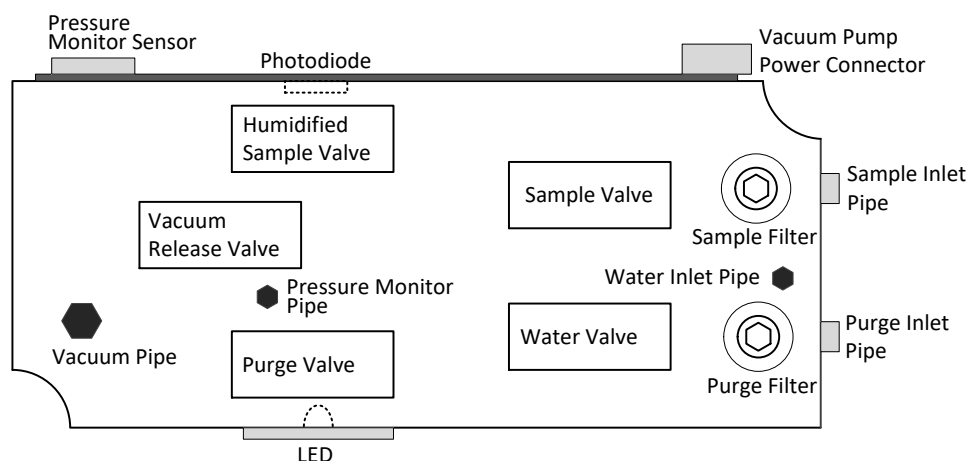

Figura 1.4 Cirrus Hybrid Cámara de Niebla
2. A través de un dispositivo de absorción para poder extraer el agua a través del tubo de entrada (inlet pipe), referencia en figura 1.4.